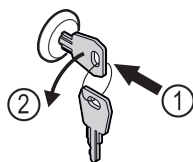

Fig. 175
- Vstavite ključ. Fig. 175 (1)
- Ključ obrnite v smeri proti urnim kazalcem za 90°. Fig. 175 (2)